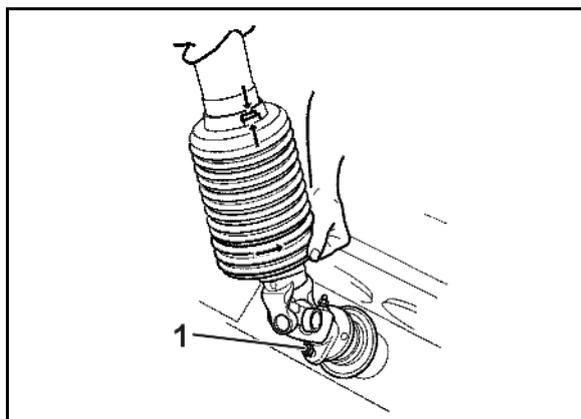

Fig. 97
3. Dévissez le bouchon de vidange (Fig. 97/1).